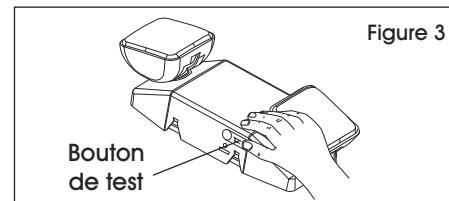

Figure 3
5. Attach housing to base plate, turn on AC power and press test button to check light. (See Figure 3)
4. Align snaps and push housing directly onto base plate. Apply continuous AC power and press "TEST" button to check light. (See Figure 3)
5. Fixez le boîtier à la plaque de base, branchez l'alimentation CA et appuyez sur le bouton de test pour vérifier la lumière. (Voir Figure 3)
4. Alignez les boutons à pression et poussez le boîtier directement sur la plaque de base. Établissez une alimentation CA continue et appuyez sur le bouton « TEST » pour vérifier la lumière. (Voir Figure 3)